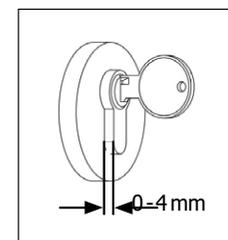

Fig. 8
6. Cole a concha traseira no interior da porta na guarnição/porta, a conduzir o cilindro para a abertura da concha traseira e pressionar a concha traseira completamente contra a guarnição/porta (fig. 6 ou fig. 7). O cilindro não deve projetar-se muito (observe as dimensões indicadas na fig. 8), para permitir uma pressão firme.